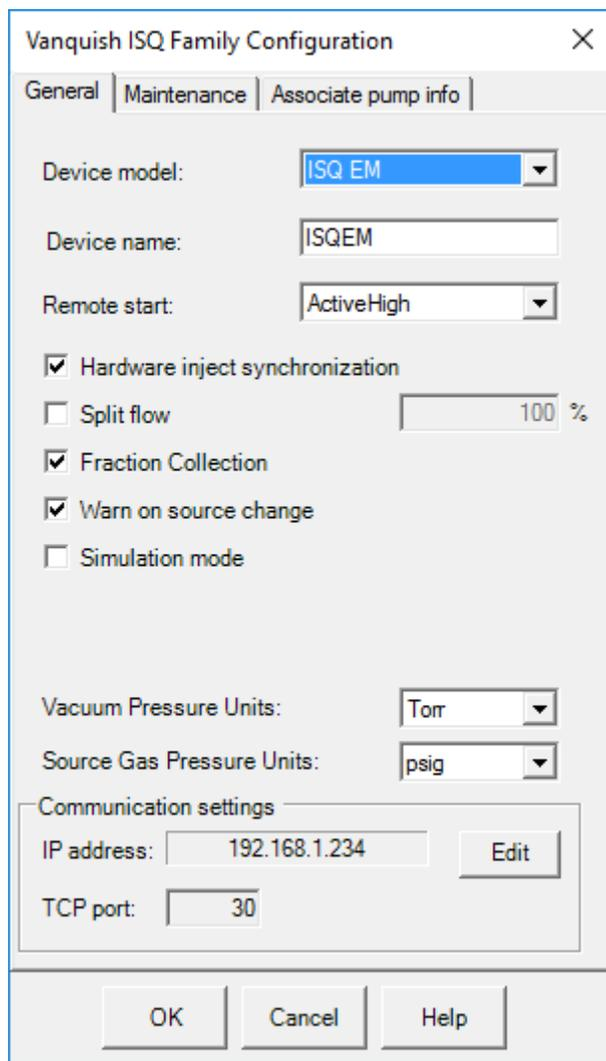

图 64: ISQ MS Family Configuration (ISQ MS 系列配置) - General (常规) 选项卡
- 6) 如果您和质谱仪一起购买了计算机，则仪器会自动配置并显示一个 IP 地址。见图 64。